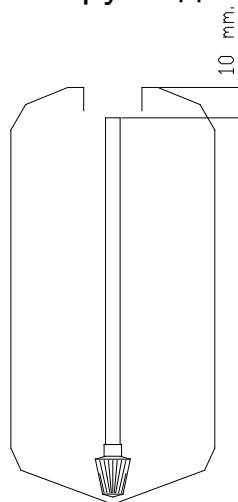

рис.2
11. Установите и отцентрируйте распределительную трубу с нижней корзиной в корпусе установки (**рис.2,3**)
12. Обрежьте трубу дистрибьютора в соответствии с **рис.2**. При использовании адаптера TA-6040(корпуса с горловиной 6') для установки управляющего клапана указанный размер отсчитывается после установки адаптера.